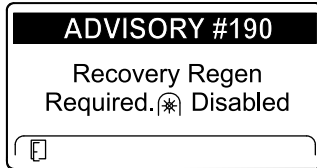

Bild 57
- Recovery regeneration required – power takeoff disabled ADVISORY #190 (Bild 57)